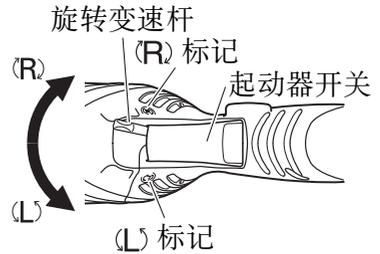

图 5
- 6. 确认钻头旋转方向 (图 5) (仅 DV13VSS、DV16VSS)